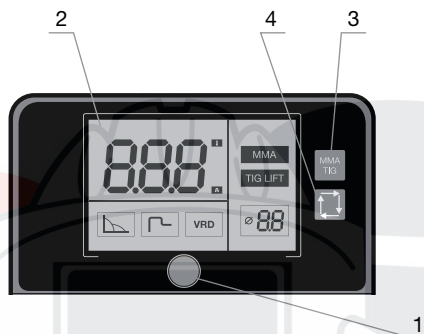

Рис. 4.1
- Для переключения между параметрами нажимайте кнопку 4 (Рис. 4.1).
- Для настройки параметров используется потенциометр 1 (Рис. 4.1).